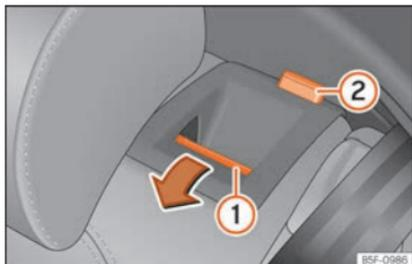

Fig. 113 Banco traseiro: rebater o encosto.
- Pressione o botão de desbloqueio »» Fig. 113 ① para a frente e, ao mesmo tempo, rebata o encosto. O encosto traseiro está desbloqueado quando se vê uma marca vermelha no botão ②.